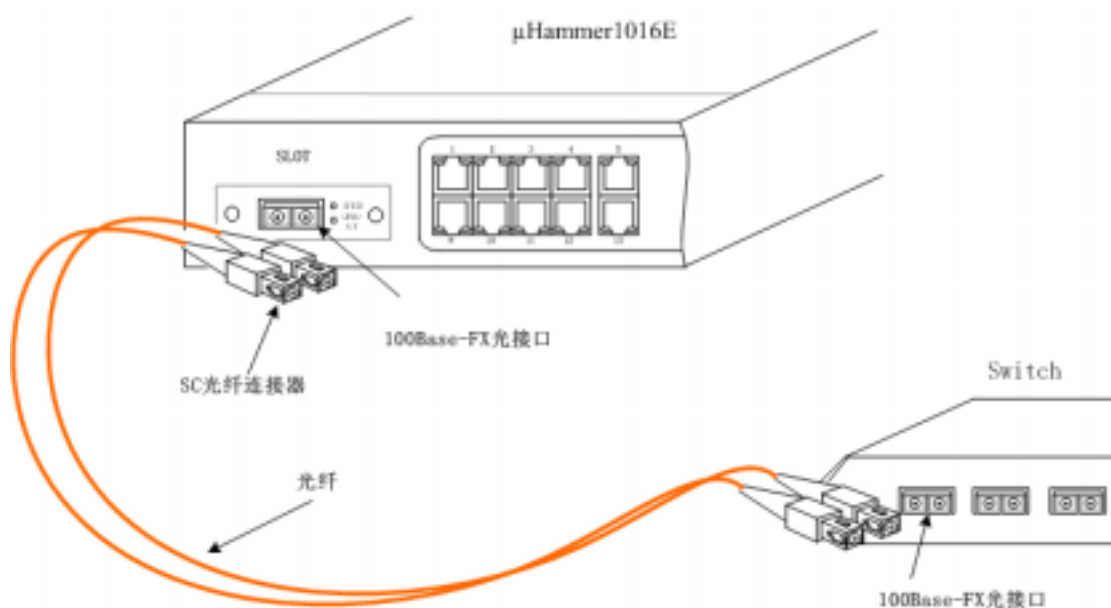

图 3-8 100Base-FX 接口的连接方法
**【连接方法】**100Base-FX 光接口含有收发两个口，连接时要注意分清光纤接口的收发极性，具体方法是：将光纤一端两个 SC 接头插入交换机 100Base-FX 上行光接口模块（HC-1FMM/HC-1FSM）的**接收-发送**端口，光纤另一端的两个接头应连接对端设备光接口的**发送-接收**端口。参考图 3-8：